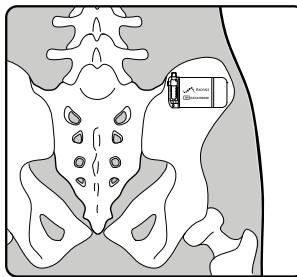

Figura 3. Posizione del neurostimolatore Axonics dopo l'impianto
- Il neurostimolatore va impiantato orizzontalmente (**Figura 3**), con il lato in ceramica più lontano dalla linea mediana del paziente per facilitare la ricarica e la programmazione.
1. Posizionare il neurostimolatore nella tasca sottocutanea. Verificare che il lato di ceramica sia posizionato lontano dalla linea mediana del paziente per assicurare una buona comunicazione con il telecomando e facilitare la ricarica (**Figura 3**). L'incisione può essere rivolta indifferentemente verso o in direzione opposta al tessuto muscolare. Assicurarsi che allontanandosi dal neurostimolatore l'elettrocattetere formi una leggera curva senza pieghe ad angolo.